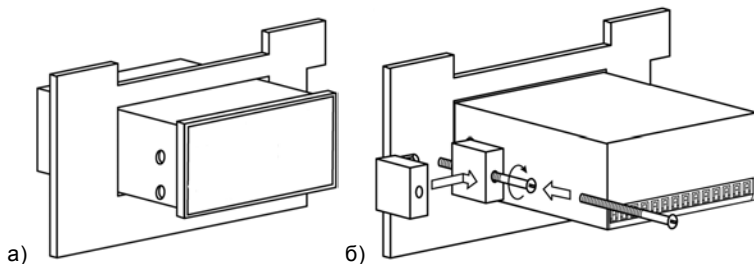

Рисунок 5.3 Монтаж прибора щитового исполнения
- 1) Вставить прибор в специально подготовленное отверстие на лицевой панели щита (см. Приложение А и рисунок 5.3, а).
- 2) Вставить фиксаторы из комплекта поставки в отверстия на боковых стенках прибора (рисунок 5.3, б).